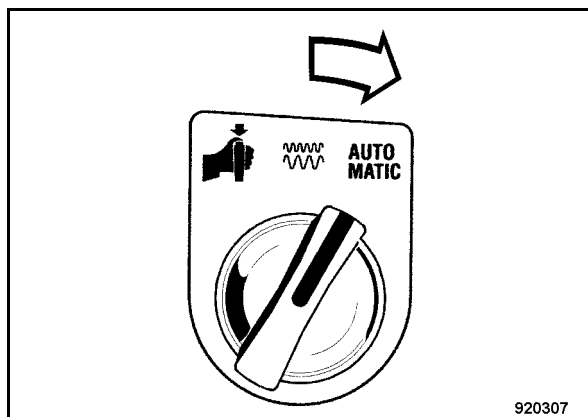

Fig. 89
- Girare l'interruttore rotante (Fig. 89) verso destra sulla posizione "AUTOMATICO".